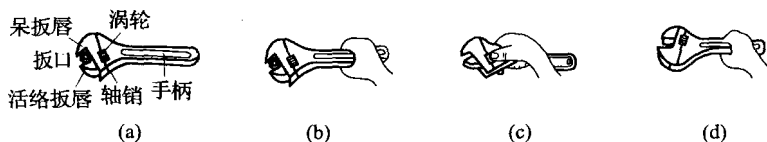

图 1-4 活动扳手
扳手是用来紧固和松开螺母的一种常用工具。常用扳手有活动扳手、呆扳手、梅花扳手、两用扳手、套筒扳手、内六角扳手、扭力扳手、专用扳手等, 各种扳手都有其不同的规格。活动扳手的钳口可以在规定的范围内任意调整大小, 使用方便, 故普遍采用, 并作为电工常用工具。其结构如图 1-4(a) 所示, 它主要由头部和柄部两部分组成。头部由活动扳唇、呆扳唇、扳口、涡轮、轴销和手柄等部分组成, 活动扳手的规格用“长度×最大开口宽度”表示, 单位为 mm, 例: 150×19 表示长度为 150mm, 开口宽度为 19mm。
(2)扳动大螺母时力矩较大,手要握在近柄尾处,如图 1-4(b)所示;
(3)扳动小螺母时力矩较小,又因为螺母过小容易打滑,手应握在近头部的地方,施力时手指可随时旋调涡轮,收紧活动扳唇,以防打滑,如图 1-4(c)所示;
(4)活动扳手不可反用,以免损坏活动扳唇,如图 1-4(d)。也不可可用钢管接长柄施力,以免损坏扳手;